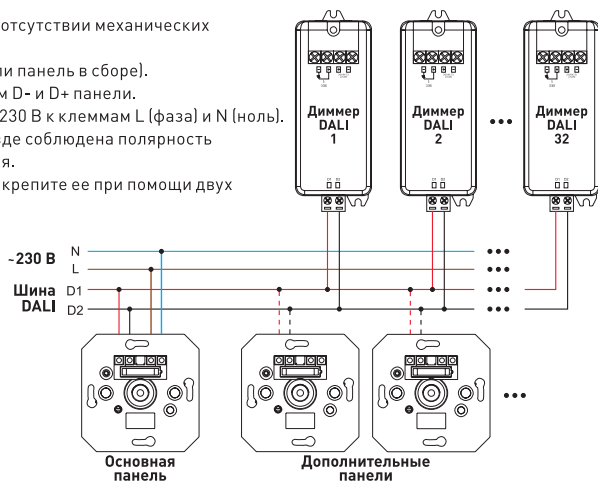

Рисунок 2. Схема соединения оборудования при подключении одной панели к сети ~230 В.
- ▼ В схеме на Рис. 2 основная панель управления получает электропитание от сети ~230 В и обеспечивает питание на шине DALI. Дополнительные панели получают питание по шине DALI от основной панели. Управлять всеми диммерами можно с любой панели независимо.